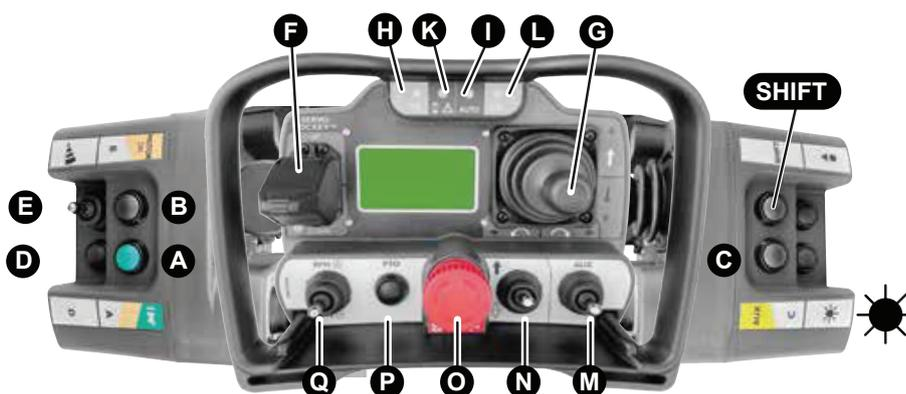
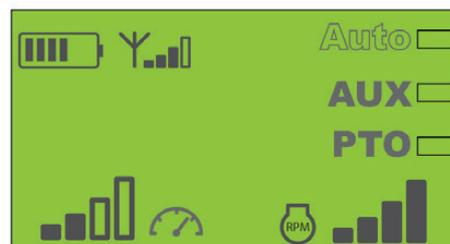

Рис. 10
Рис. 12
Поверните ключ зажигания в положение ON. Звуковой сигнал и непрерывный красный свет от BeaconNet предупреждают, что радиоуправление не подключено. Для подключения радиоуправления нажмите зеленую кнопку А (Рис. 10) слева и подождите, пока зеленый (H) и синий (L) индикаторы не начнут мигать. Когда обе лампочки замигают, снова нажмите зеленую кнопку А (Рис. 10) на одну секунду, а затем отпустите ее. Оба индикатора перестают мигать, прекращается звуковой сигнал и индикатор начинает постоянно гореть зеленым: радиоуправление подключено. В случае ошибки повторите процесс.
Переместите рычаг дросселя вверх (Рис. 10 (Q)) до упора. Удерживайте нажатой кнопку (А), а затем нажмите кнопку (В) (Рис. 10), пока двигатель не запустится. Опустите рычаг дросселя на холостой ход и дайте двигателю прогреться. Теперь можно установить частоту вращения двигателя, и значение отображается в виде гистограммы (Рис. 12 (внизу справа)).
## 5.3 Остановка двигателя (рис.10)
Чтобы выключить двигатель, нажмите красную кнопку аварийной сигнализации (Рис. 10 (O)). Двигатель сразу остановится. Вскоре после остановки не забудьте вернуть переключатель аварийной сигнализации в нормальное положение. Двигатель также можно выключить с помощью кнопки аварийной остановки в верхней части машины (Рис. 7 (L)), ключом зажигания (Рис. 7 (I)) или при прерывании радиосвязи с пультом дистанционного управления.
Убедитесь, что рычаг (8) установлен в верхнее положение. Этот рычаг реверсирует движение. Двигайте джойстик (Рис. 10 (G)) вперед постепенно и непрерывно. Машина будет двигаться вперед. Можно изменить функцию джойстика, когда машина движется вперед и к вам (Рис. 13).
Машина оснащена регулятором наклона, который снижает максимальную скорость. Скорость движения снижается на уклонах более 30°. Оператор предупреждается вибрацией пульта дистанционного управления и изменением цвета WeaconNet с мигающего желтого на постоянный желтый. Дальнейшее снижение скорости происходит при уклоне более 30°, что отображается WeaconNet постоянным красным светом. Нормальную скорость движения можно восстановить с помощью кнопки рычага (E) на рис. 10.
- Штекер 12 В, управляемый с помощью Radio Control (Aux) (рис. 10 (С))
- Штекер с полярностью включения электропривода (рис. 10 (М))